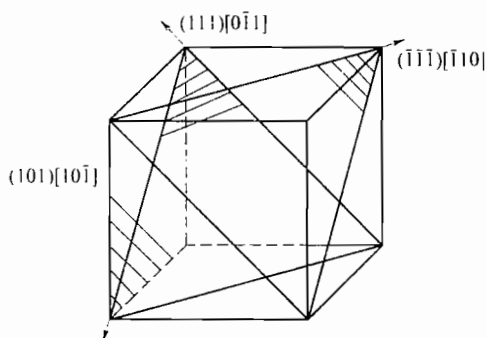

图 22-6 第四题第 1 小题解答图
(1) 如图 22-6 所示, 可作滑移面的为 $(\bar{1}\bar{1}\bar{1})$ 和 (111) , 滑移方向为 $[\bar{1}10]$ 和 $[0\bar{1}1]$, 它们可以构成两组滑移系。
(2) 若外力沿 $[001]$ 方向, 仅滑移系 $(111) [\bar{0}\bar{1}1]$ 可以滑移, 其中